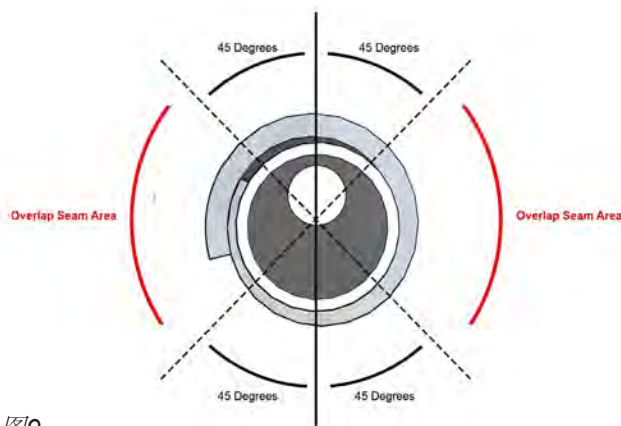

图9
03.2.4 错缝压缝宽度需要大于30mm, 且搭接位置不得布置在管道垂直中心线左右各45° (图9)